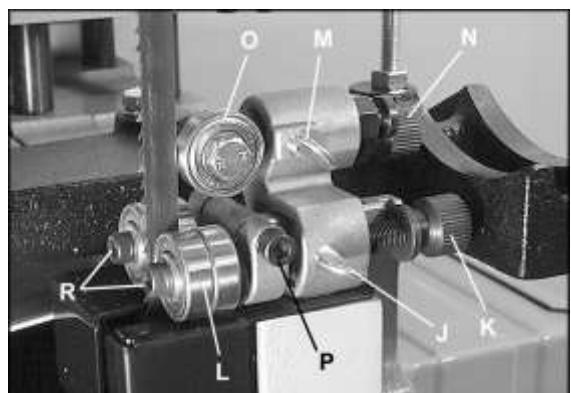

Рис. 49.
Упорный подшипник (F, Рис. 49) является опорой для задней кромки пильного полотна во время работы станка. Он отрегулирован таким образом, что полотно касается его, только когда оно находится под нагрузкой в процессе распила.
7. Ослабьте барашковый винт (G, Рис. 49) и поворачивайте ручку (H) для смещения упорного подшипника (F) внутрь или наружу, чтобы расстояние между ним и полотном составляло примерно 0,4 мм. Для выставления данного расстояния можно использовать щуп, либо просто поместить между упорным подшипником и полотном дважды сложенную (четыре толщины) новую банкноту. (Толщина банкноты составляет приблизительно 0,1 мм, поэтому, сложенная вчетверо, она сможет служить для выверки расстояния.)